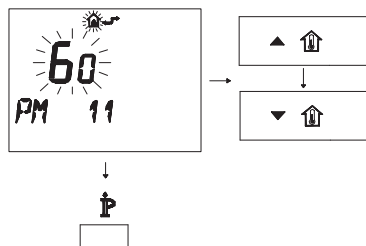

Figura 5.44
- Para modificar el punto de consigna programado use los botones ▲ ⬆️ o ▼ ⬆️ y espere a que el número programado comience a parpadear (Figura 5.44). Cada paso de aumento o reducción equivale a 1 segundo.